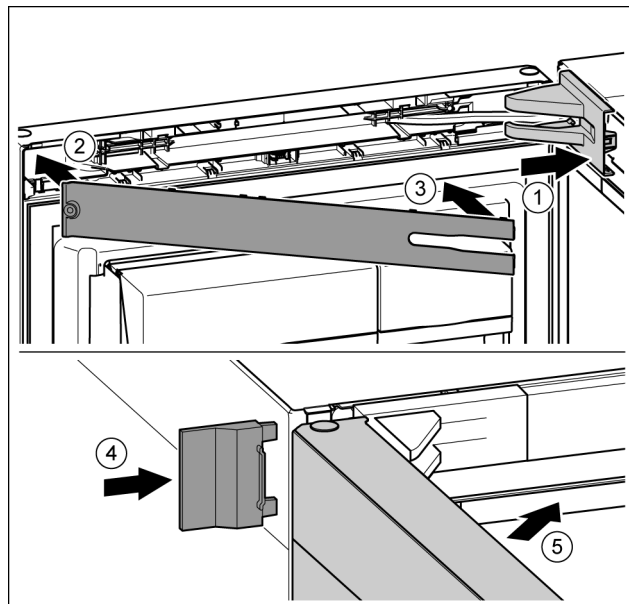

Fig. 43
- ▶ Nasadte kryt ložiskovej konzoly a zaistite, príp. opatrne roztlačte. Fig. 43 (1)
- ▶ Nasadte kryt. Fig. 43 (2)
- ▶ Kryt priklopte a zaistite. Fig. 43 (3)
- ▶ Nasuňte vonkajší kryt. Fig. 43 (4)
- ▶ Zatvorte vrchné dvere. Fig. 43 (5)